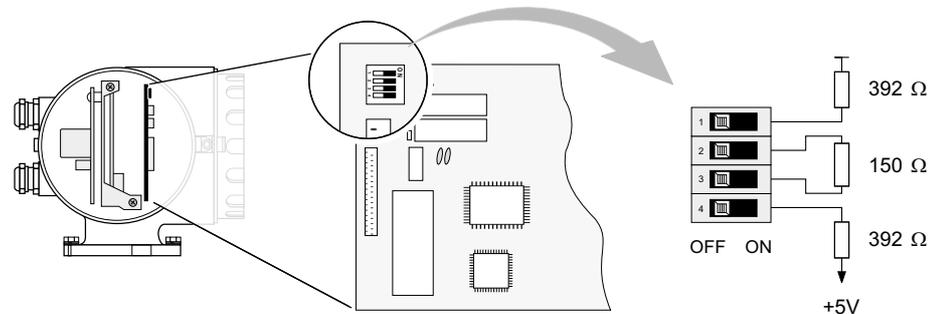

Рис. 17
2. При необходимости установите терминаторы - оконечные сопротивления (см. Рис. 17)